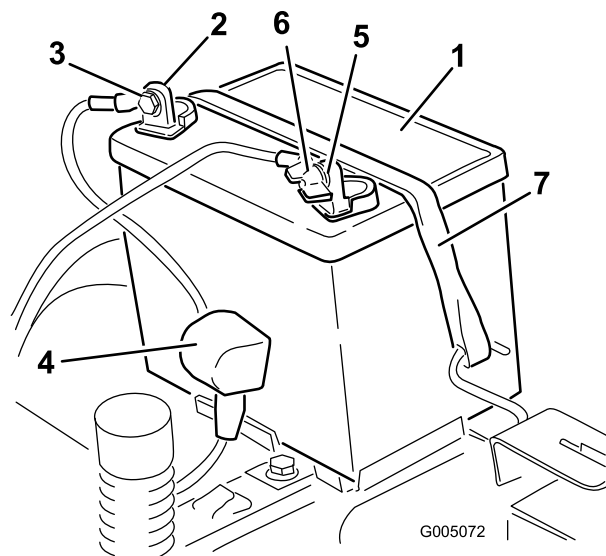

Figure 37
5. Repoussez le capuchon en caoutchouc sur le câble positif (rouge). Débranchez le câble positif (rouge) de la borne de la batterie (Figure 37). Mettez les fixations de côté.
6. Enlevez la sangle de maintien de la batterie (Figure 37) et ôtez la batterie de son support.
4. Débranchez le câble négatif (noir) de mise à la masse de la borne de la batterie (Figure 37). Mettez les fixations de côté.
1. Placez la batterie sur son support (Figure 37).
5. Fixez la batterie en place à l'aide de la sangle de maintien (Figure 37).